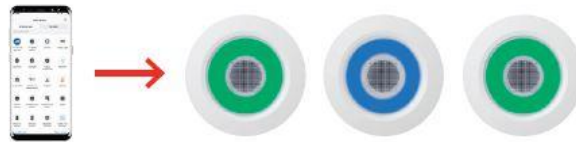

Figure 6
5.3 Après cinq cycles « Marche » - « Arrêt », l'éclairage commencera à osciller entre *BLEU* et *VERT*. L'unité « *MAÎTRE* » doit être réglée sur *BLEU* et les unités satellite restantes doivent être réglées sur *VERT*. Les étapes 5.3 et 5.4 doivent être répétées pour chaque appareil du groupe d'enceintes souhaité. Il n'est possible de configurer qu'un appareil à la fois. Le groupe d'enceintes doit être semblable aux unités de la figure 6 une fois qu'il est bien configuré.